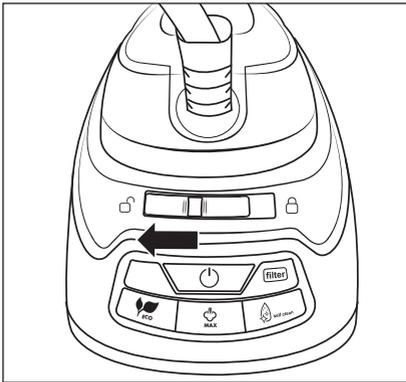

Fig. 4
- 2) Déverrouillez le fer à repasser à vapeur ❶ en faisant glisser le bouton de verrouillage ❷ vers la gauche en direction  (déverrouillé) (voir fig. 4).